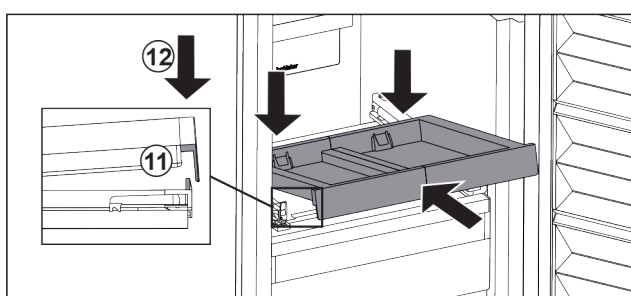

Fig. 127
- ▶ Schuin erin schuiven. Zorg ervoor dat de aanslag aan beide zijden achter de lip is. Fig. 127 (11)
- ▶ Uitschuifpateau aan voorzijde neerzetten. Fig. 127 (12)